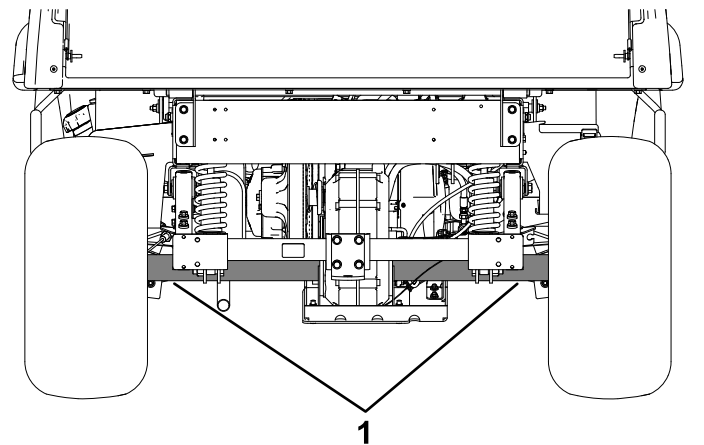

Figura 20
- El punto de elevación de la parte trasera de la máquina está situado debajo de los tubos del eje (Figura 20).